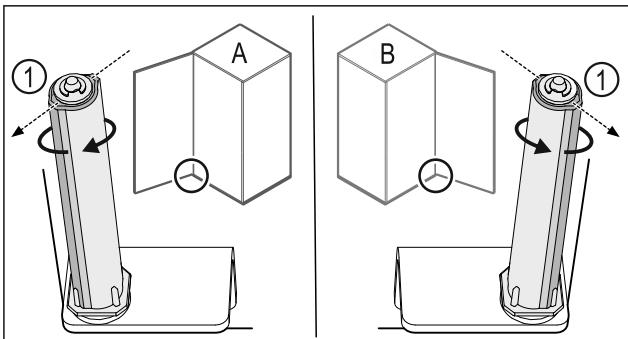

Fig. 30 Левое навешивание (A) / правое навешивание (B)
- Поворачивайте систему закрытия, преодолевая сопротивление до тех пор, пока ее ребро Fig. 30 (1) не будет направлено наружу.